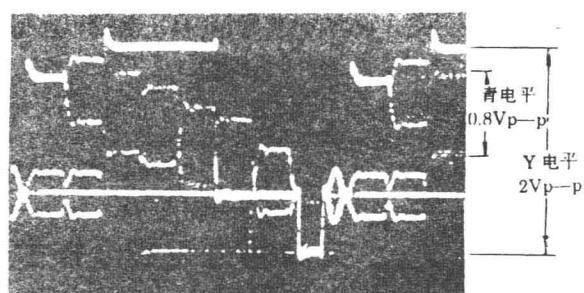

图 13 NTSC 重放电平
(9) NTSC 重放电平确认:PS303(4) 输入 NTSC 彩条信号, PS303(7) 输入 FM 信号, 示波器接 LINE OUT。要求: Y 电平为 $2.0 \pm 0.4V_{p-p}$, 青绿色电平为 $1.1V \pm 0.5V_{p-p}$, 见图 13 所示。